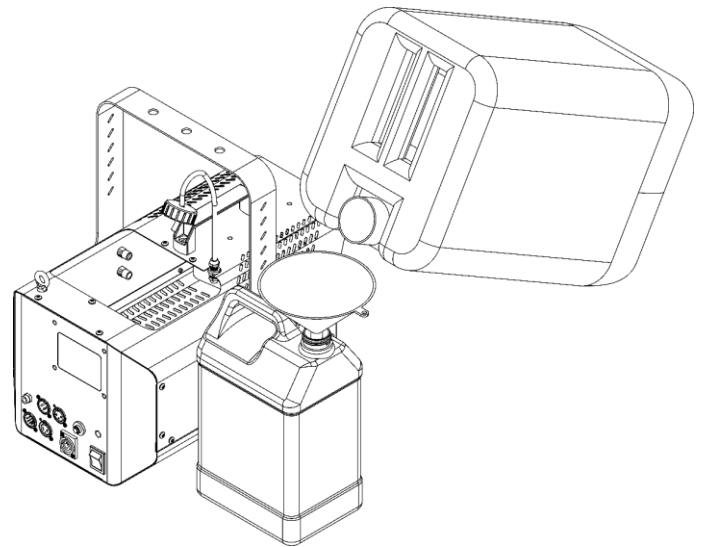

Fig. 11
05) Utilice un embudo para verter el líquido de niebla en el depósito, como se muestra en la Fig. 11.